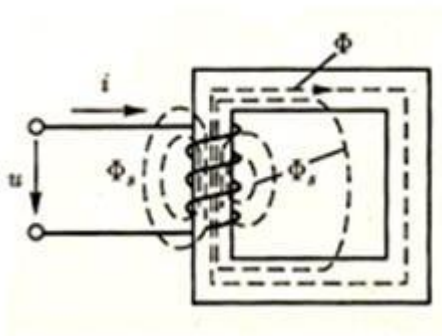

Рис. 1
2. Собрать эл. схему цепи (рис. 1).